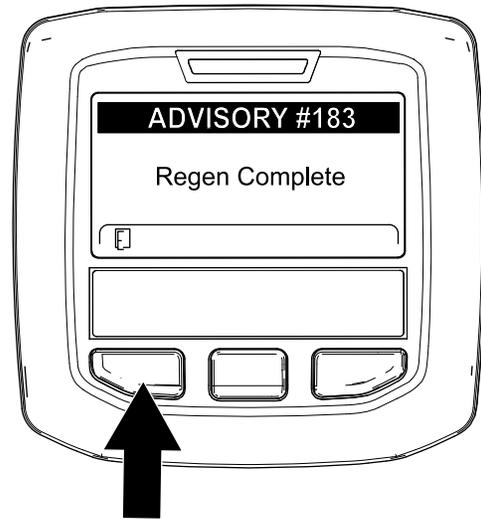

Figura 90
9. Quando il computer del motore completa una rigenerazione parcheggiata o una rigenerazione di recupero, l'InfoCenter visualizza il messaggio ADVISORY #183 (Figura 90). Premete il pulsante sinistro per uscire e tornare alla schermata Home.